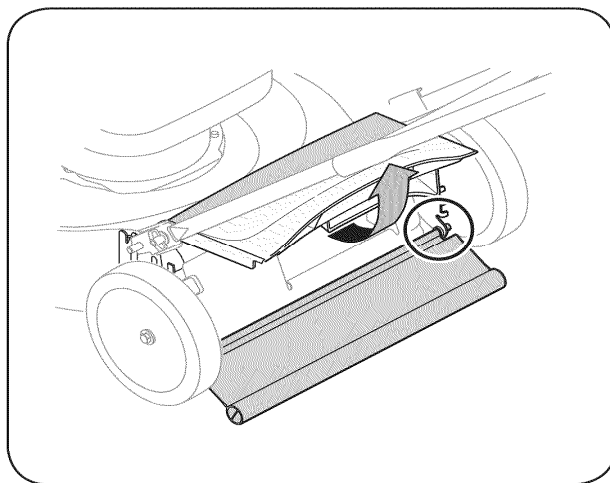

РИС. 15
Периодически проводите смазку торсионной пружины и точек вращения оси жидким маслом. См. РИС. 15.
1. Поднимите заднюю крышку выброса и отожмите откидную створку в обоих направления для извлечения оси из отверстий. См. РИС. 15.